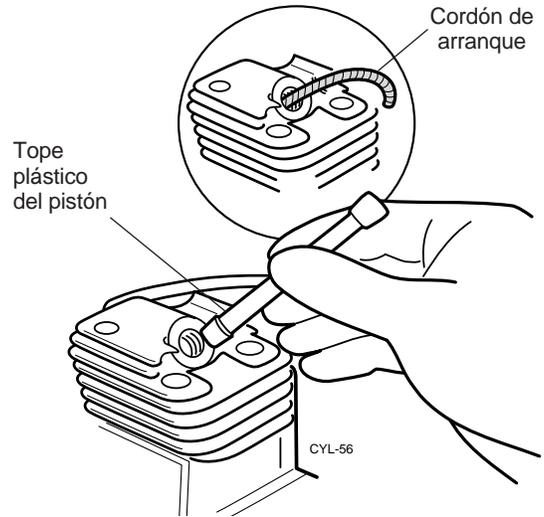

Figura 6.7 Bloqueando el Cigüeñal
Paso 4. Bloquee el cigüeñal del motor extrayendo la bujía y luego insertando un tope plástico para el pistón o la cuerda de arranque en el agujero de la bujía. (Figura 6.7)
Paso 2. Bloquee el cigüeñal del motor extrayendo la bujía y luego insertando un tope plástico para el pistón o la cuerda de arranque en el agujero de la bujía. (Figura 6.7)